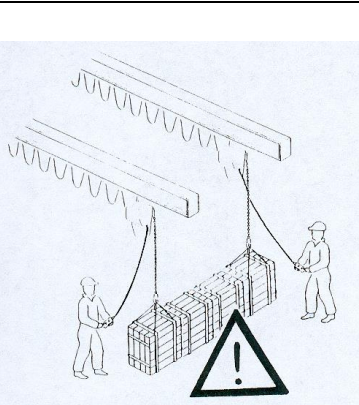

fig.96
- **NE JAMAIS** utiliser en même temps deux potences pour lever la même charge sans avoir mis en place des procédures de sécurité adéquates (fig.96).